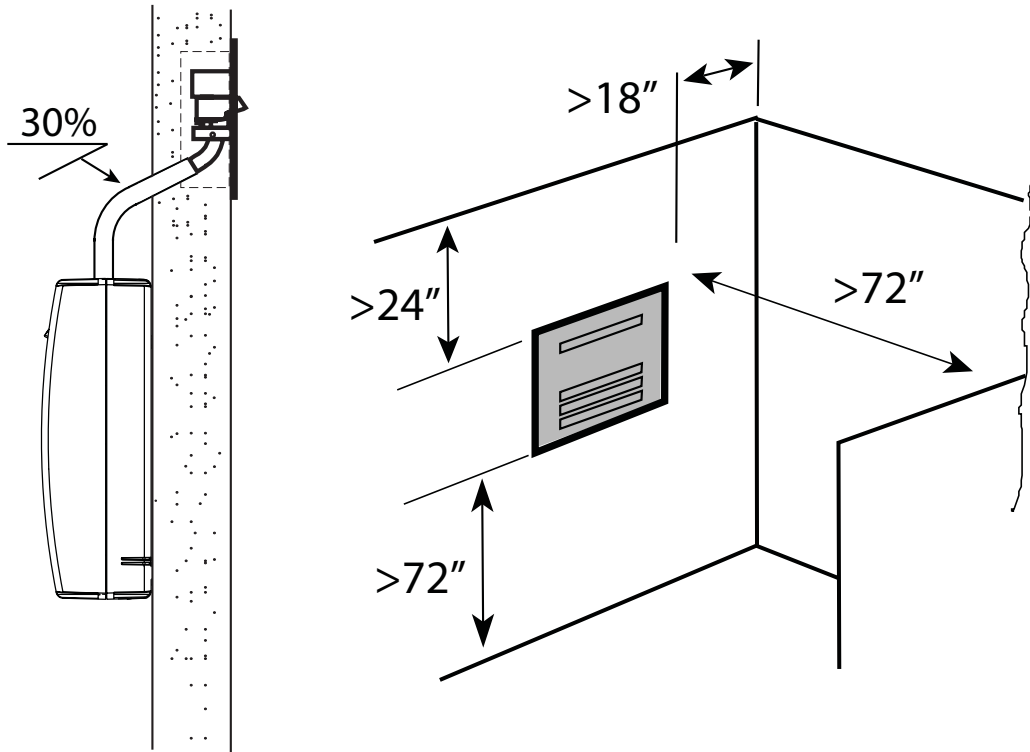

Fig. 3.e
4. Les dimensions de la figure 3.a sont des distances minimales pour éviter que l'air humidifié n'entre en contact avec des personnes, des équipements électriques, des plafonds et des surfaces froides avant l'absorption complète de la vapeur.